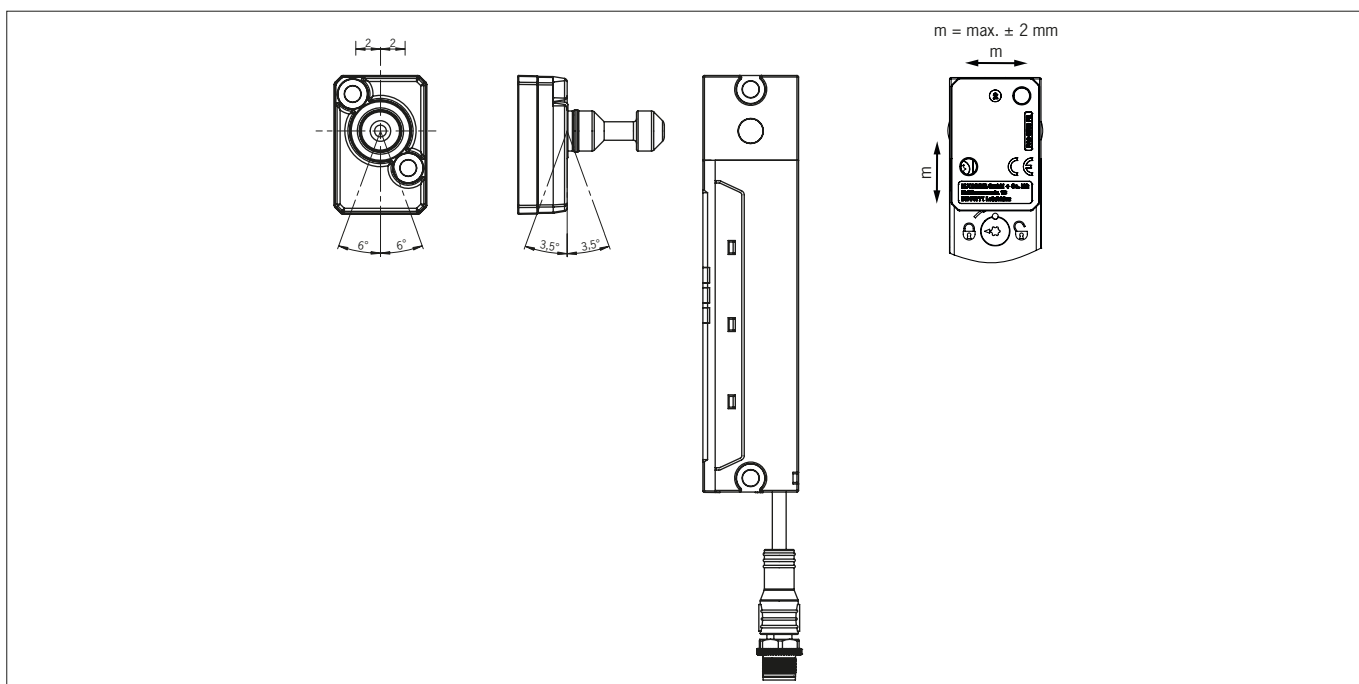

图4: 最大触发块偏转量和最大中心距偏移量
- 请遵守开关与触发块之间的最大允许倾斜角度（请参见图4）。